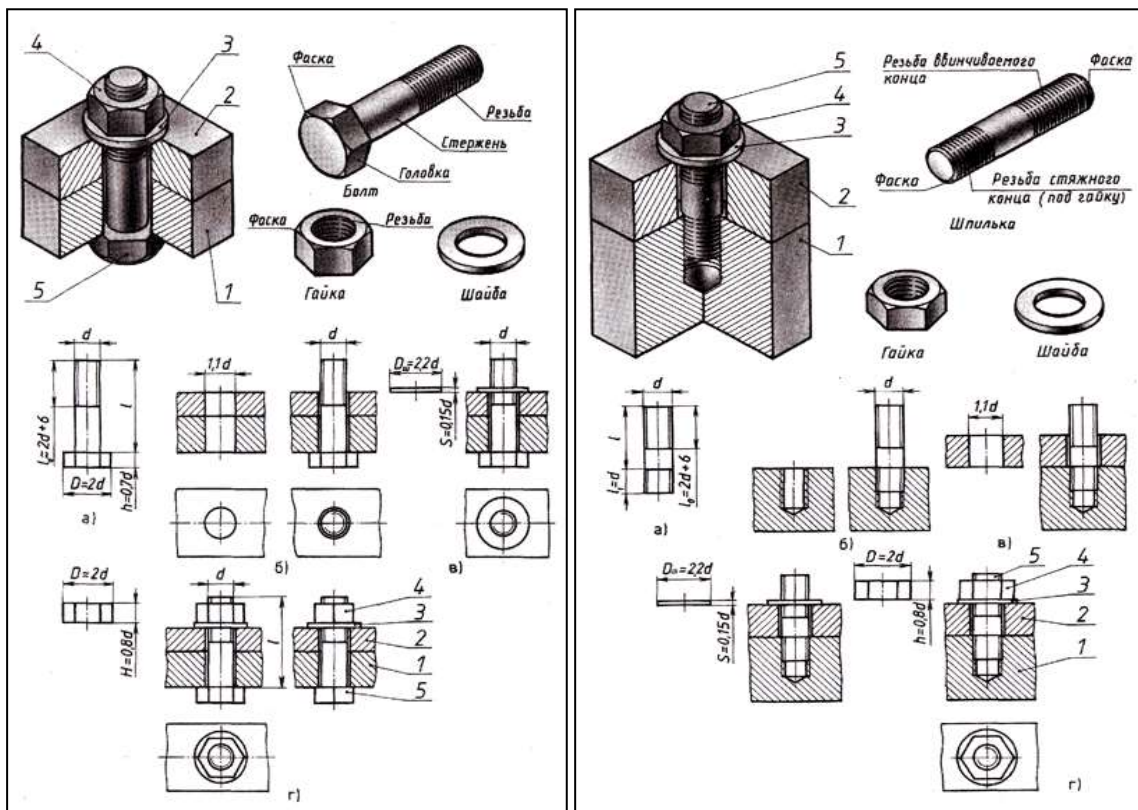

Рис.38,б Соединение болтом и шпилькой
3. Соединение деталей шпилькой применяют тогда, когда в одной из соединяемых деталей в связи с её реконструктивными особенностями нельзя или нецелесообразно сверлить сквозные отверстия. В соединение шпилькой входят: шпилька, шайба и гайка (рис.38,б).
Остальные размеры шпилечного соединения рассчитывают по приведенным условным соотношениям (рис.38,а)